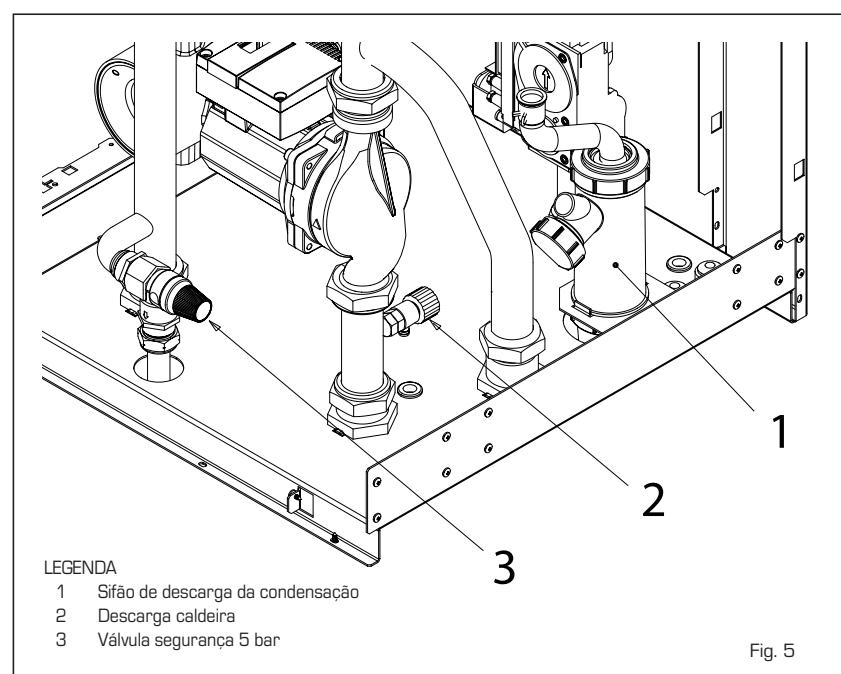

Fig. 5
2.4.1 Esvaziamento da instalação [fig. 5]
Para esvaziar a instalação desligar a caldeira e agir na válvula de purga (2 fig. 5).